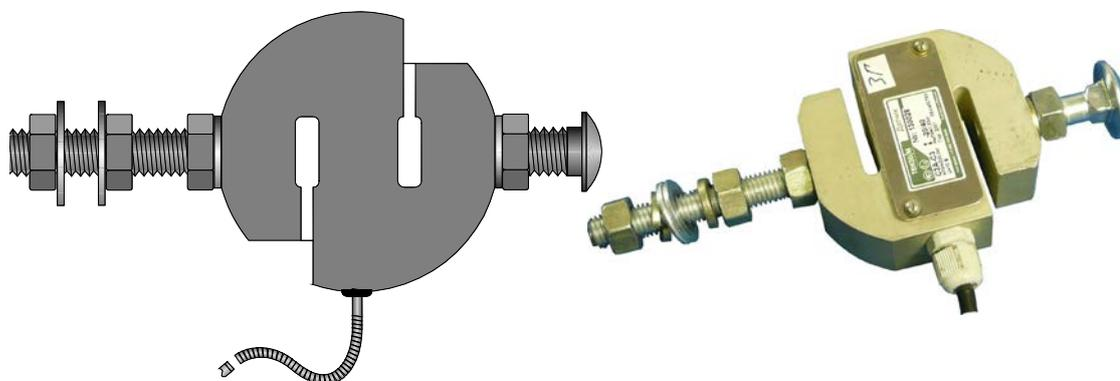

Рис. 5
6.5. Датчик усилия, Рис.5, преобразует усилие, создаваемое в грузовом канате массой поднимаемого груза, в электрический сигнал. В данной модификации АС-АОГ-01м+ в качестве датчика усилия использован тензопреобразователь С2 фирмы "Тензо-М" класса точности 0,03%.